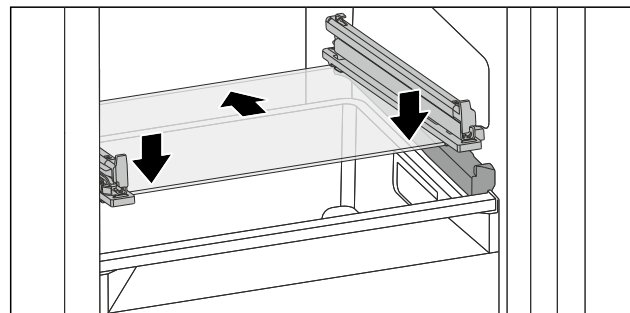

Fig. 200 Atvāzamās atvilktnes stikla plaukts
- Uzlieciet stikla plauktu ieslīpi aiz aizmuguri. (skat. Fig. 200)